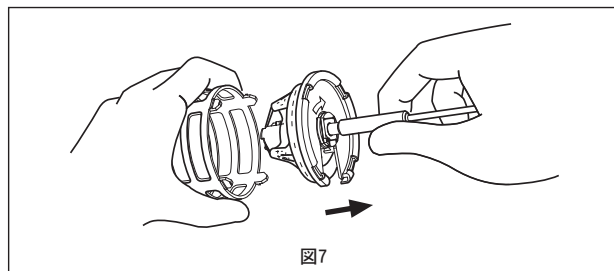
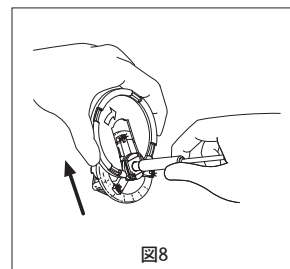

図7
図8
6. ハンドルを定位置まで完全に押し込んだ後、スリーブが付いたままの状態の場合には、ハンドルを握り、スリーブをクリップから引き離して取り外します (図7)。クリップはホルダから横にスライドさせて取り外します (図8)。スリーブとクリップは両方とも廃棄します。